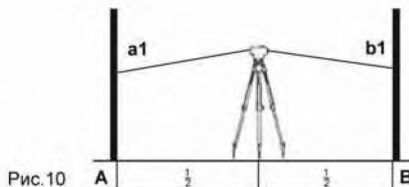

Рис.10
- 1) Установите прибор посередине между точками А и В. Возьмите отсчеты "a1" и "b1". (Рис.10)